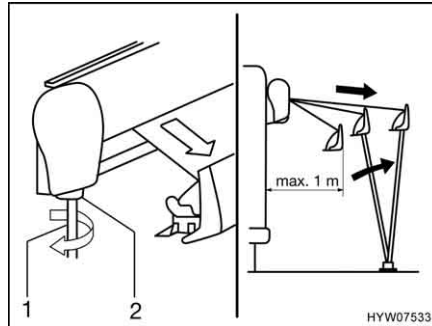

Bild 6 Markise ausfahren
- Die Kurbel (Bild 6,1) in die Bajonettfassung (Bild 6,2) der Markise stecken und entgegen dem Uhrzeigersinn drehen.